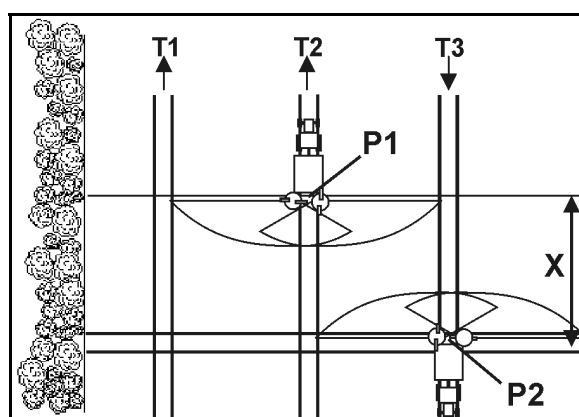

Fig. 72
- Åbn lukkeskyderen efter indkørsel i køresporet på punkt P1 (Fig. 72), hvis spredeskiverne er fjernet med strækningen X fra køresporet på forageren.
- Luk spjældet, før der køres ud fra køresporet på punkt P2 (Fig. 72), hvis spredeskiverne befinder sig i samme højde som det første sprøjtespor på forageren.